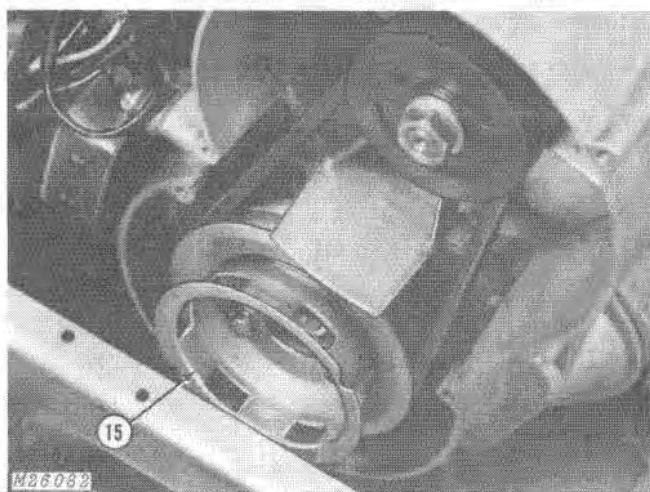

Fig. 26-Installing Starter Pulley
15. Install starter pulley, Fig. 26.